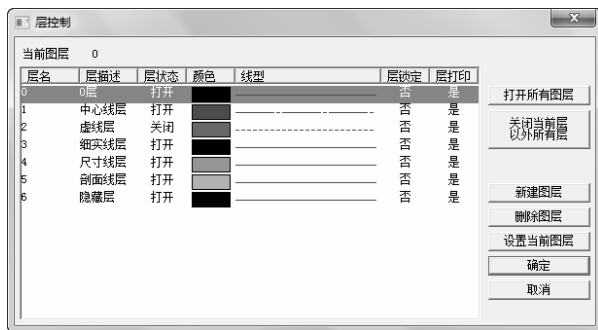

图 6-126 层控制对话框
(7) 隐藏生成的刀具轨迹 为了方便选取轮廓,应隐藏生成的刀具轨迹。选择下拉菜单“格式”→“层控制”命令,或直接单击数控车工具栏中的“层控制”按钮,系统弹出“层控制”对话框。如图 6-126 所示进行设置:设置 0 层为当前层,关闭“细实线”层,单击“确定”按钮,即可完成隐藏生成的刀具轨迹的设置。